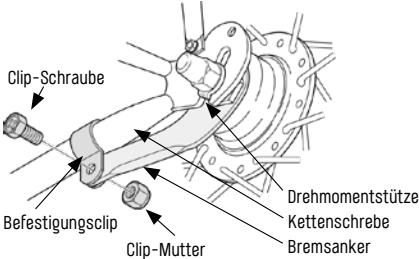

Abb. 3/20 Bremsanker Quelle Shimano
- Rücktrittsbremsen verfügen über einen Bremsanker („Abb. 3/ Bremsanker Quelle Shimano“ auf Seite 20), welcher sich an der Kettenstrebe des Rahmens abstützt. Dieser muss für eine korrekte Funktionsweise fest anhand eines Befestigungsclips, oder direkt an der Kettenstrebe, montiert sein.